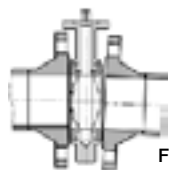
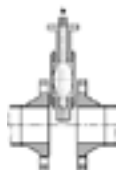
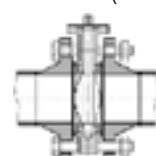
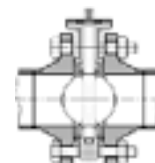

FIG 4
FIG 5
FIG 6
FIG 7
- Man bør under ingen omstændigheder montere ventilen mellem ikke-parallele flanger. Akserne af rørlødnings og butterflyventilen skal tilpasses. Klappen på en excentrisk butterflyventil kan blive beskadiget (se fig 4). Det er heller ikke tilladt at svejse rørlødnings, hvis ventilen er monteret mellem flangerne. Det kan beskadige ventilen. Flangerne bør have tilstrækkelig åbning, således at ventilen let kan placeres mellem flangerne. Klappen skal være lidt åben (se fig 5). Hvis åbningen mellem flangerne er for tæt, kan lineren beskadiges. Fastgør flangeboltene, mens klappen stadig er en smule åben og stram boltene med hånden (se fig 6). Hvis boltene spændes, mens ventilen er lukket, vil lineren blive forkert indspændt. Dette vil øge drejningsmomentet og ventilen kan lække. Åbn nu butterflyventilen helt (se fig 7) og sørg for, at rørlødnings er justeret korrekt. Boltene krydsspændes jævnt.
- Under no circumstances should the valve be installed between non-parallel flanges. The axes of the pipeline and the butterfly valve must be aligned. The disc of an eccentrically mounted butterfly valve can be damaged (see fig 4). It is also not allowed to weld the pipeline if the valve is mounted between the flanges. This could permanently damage the valve. The flanges should have sufficient opening so that the valve can easily be placed between the flanges. The disc should be slightly open (see fig 5). If the opening between flanges is too close the liner could be damaged. Insert the flange bolts while the disc is still a bit open and tighten the bolts by hand (see fig 6). If the bolts are tightened while the valve is closed, the liner will be incorrectly tensioned. This will increase the torque and the valve can leak. Open the butterfly valve completely (see fig 7) and make sure the pipeline is aligned properly. Tighten the bolts evenly crosswise.